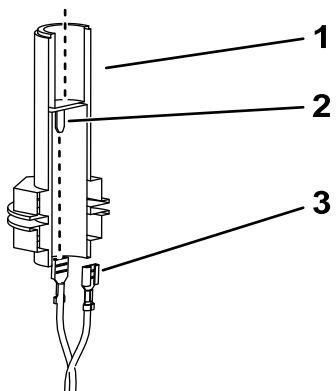

图 5
7. 将松动的警示灯线束接头连接至警示灯槽接头的薄片上 图 5。